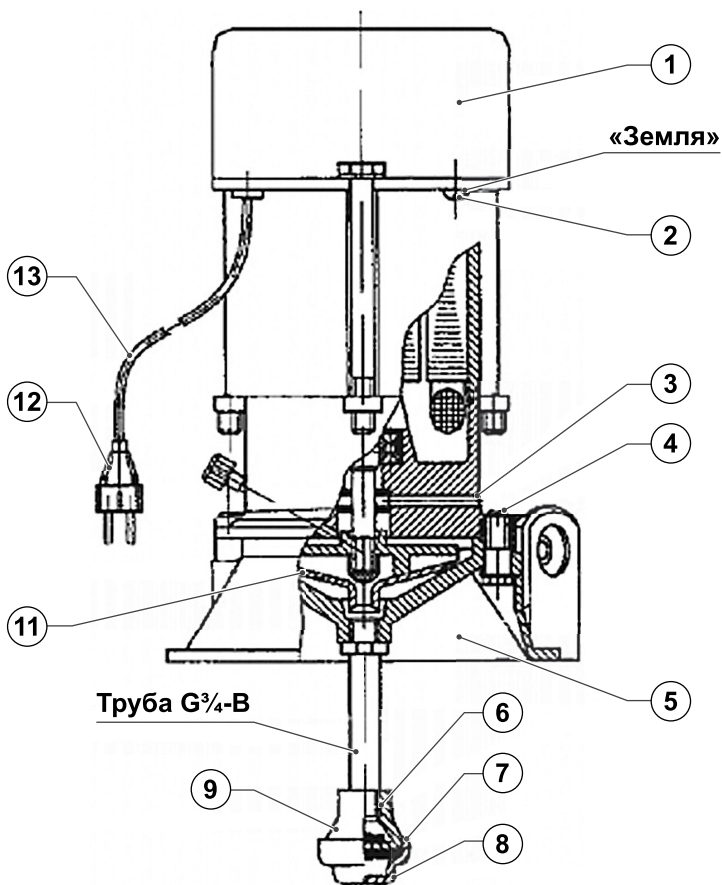

Рис. 4
Электронасос (*рис. 4*) состоит из электродвигателя **2**, вентилятора **11**, привернутого к валу электронасоса. Сверху электродвигатель закрыт колпаком **1**, под которым расположен конденсатор и реле тепловое токовое. Разъем корпуса с фланцем уплотняется прокладкой **4**. Корпус **5** служит для крепления электронасоса на месте эксплуатации. Вит **14** служит для стравливания воздуха из системы при заливке электронасоса. Приемный клапан **9** состоит из корпуса **6**, фильтра **8**, резиновой прокладки **7**.
Конструкция электронасоса может незначительно отличаться от изображенной на *рис. 4*, что связано с дальнейшим техническим усовершенствованием электронасоса.
- Электронасос снабжен трехжильным шнуром **13** с армированной вилкой **12** (рис. 4) и розеткой. Розетку устанавливайте под навесом на деревянный щит, при этом, под заземляющий контакт розетки подведите «нулевой» провод.
Запрещена работа электронасоса без заливки, так как в этом случае могут выйти из строя манжеты **15** (рис. 4).
Во всех случаях при появлении воды из отверстия **3** (рис. 4) следует немедленно прекратить работу электронасоса и заменить манжеты **13**.
Подсос воздуха в месте соединения корпуса электронасоса со всасывающим трубопроводом, всасывающего трубопровода с клапаном (рис. 4).	Указанные соединения проверить и уплотнить.
Засорился фильтр 8 (рис. 4) или резиновая прокладка 7 прилипла к основанию фильтра.	Снять фильтр, прочистить его от грязи и освободить от прилипания резиновую прокладку.
Заклинило вентилятор (попадание инородных предметов между вентилятором и корпусом)	Немедленно отключить электронасос от сети, размонтировать установку. Через отверстие в корпусе 5 , (рис. 4) отверткой проверить вентилятор. При наличии грязи — прочистить.